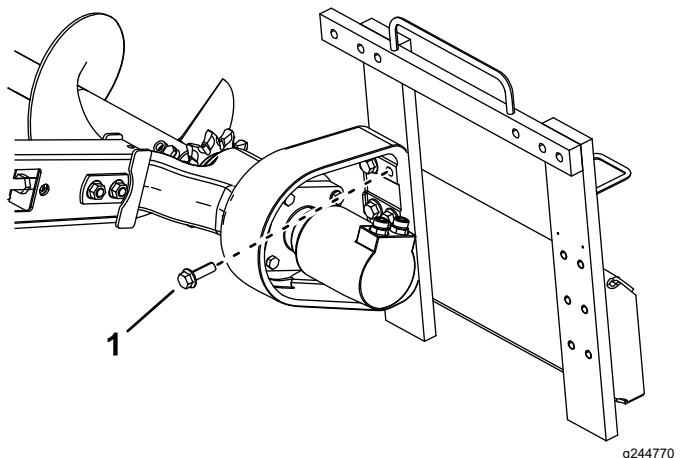

Figura 9
5. Instale a cabeça na estrutura com os seis parafusos removidos previamente (Figura 9).